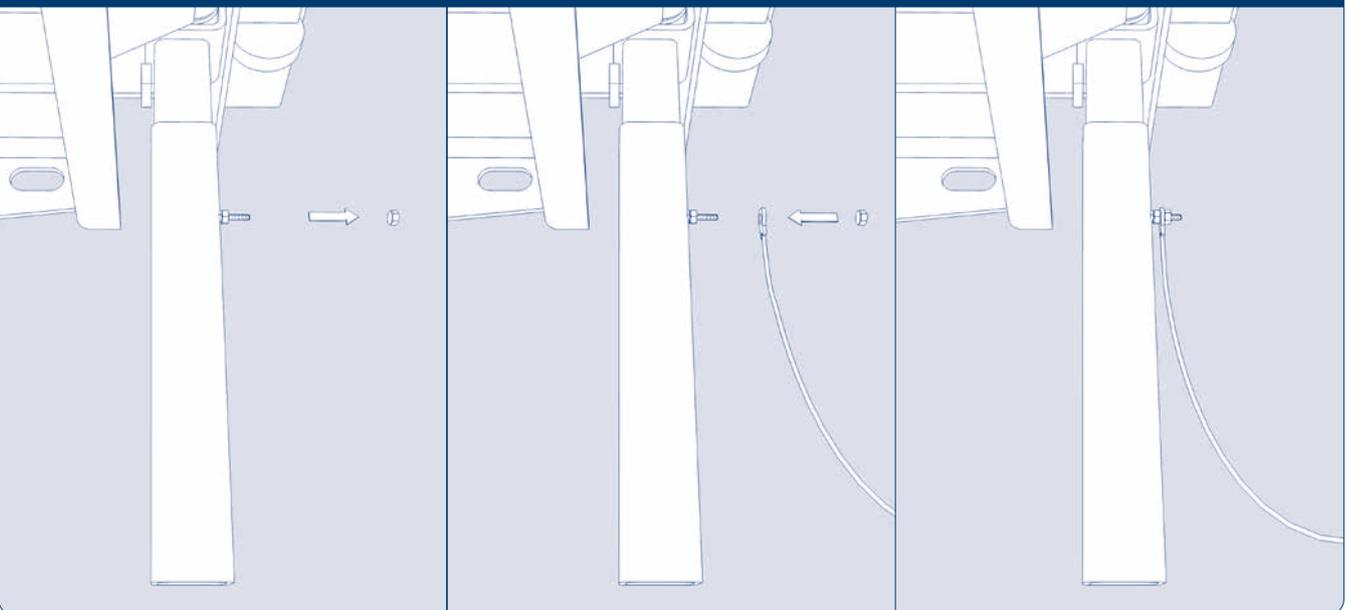

Рис. 7.11
- 3.15. Установите гидростанцию на место, а платформу — в исходное положение. Порядок установки показан на рис. 7.11–7.15 раздела 7 «Ввод в эксплуатацию».